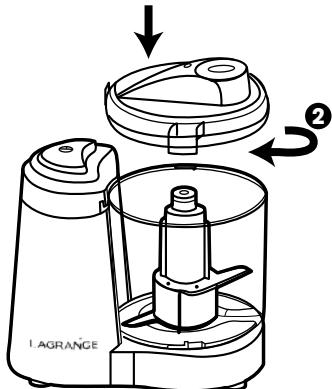

Figure 3
- \* Placez le couvercle sur le bol contenant les aliments. Verrouillez le couvercle en insérant complètement la languette de verrouillage du couvercle dans la fente de verrouillage du couvercle et en le tournant dans le sens des aiguilles d'une montre (Fig. 3).